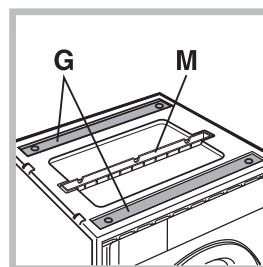

Fig. 10
Vous trouverez à l'intérieur du couvercle en polystyrène (*fig. 10*): 2 traverses (G); 1 listel (M);